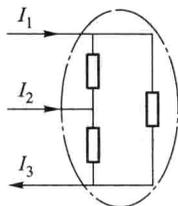

图 1-13 KCL 扩展应用举例
例如图 1-13 中的点画线对应的封闭面,应用基尔霍夫电流定律可列出
(3) KCL 应用范围。
① 基尔霍夫电流定律适用于任何电路,与支路上接的是什么元件无关,与电路是线性还是非线性无关。
② 基尔霍夫电流定律方程按电流参考方向列写,与实际方向无关。正因为如此,电流的计算结果有可能正,也有可能负。
**例 1-3** 在图 1-13 中,若  $I_1 = 2 \text{ A}$ ,  $I_3 = -1 \text{ A}$ ,试求  $I_2$ 。